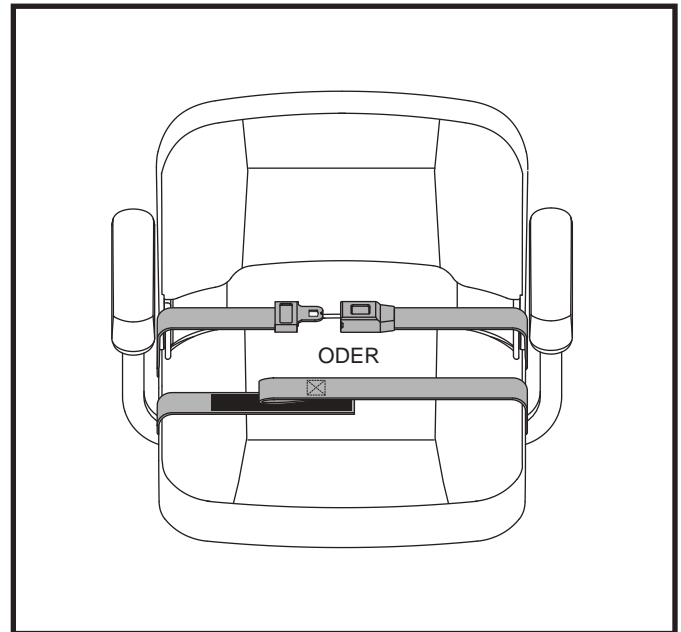

Abb. 24. Rückhaltegurte - Rückhaltegurt mit Schloss oder Rückhaltegurt mit Klettverschluss
1. Schloßzunge in das Schloßteil stecken, bis der Schnellverschluß hörbar einrastet. **Siehe Abb. 24.**
1. Führen Sie die beiden Enden des Gurts zusammen, so dass die eine Seite des Klettverschlusses, an der sich die Schlaufen befinden, direkt über der raueren Seite mit den Widerhaken liegt. Zum Sichern fest zusammendrücken. **Siehe Abb. 24.**